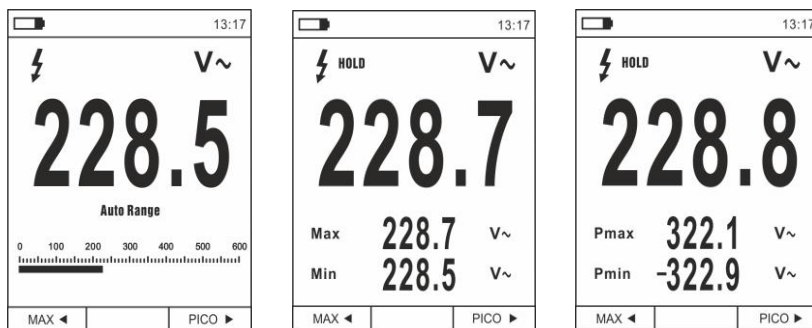

Fig. 9 Medida MAX/MIN y PICO
1. Pulse la tecla **MAX** ◀ para entrar en la medida de los valores MAX y MIN de la magnitud en examen (ver Fig. 9 – parte central). Los símbolos "MAX" y "MIN" se muestran en pantalla
6. Pulse la tecla **PICCO** ▶ para entrar en la medida de los valores de Pico de la magnitud en examen (ver Fig. 9 – parte derecha). Los símbolos "Pmax" y "Pmin" se muestran en el visualizador y los valores se actualizan con las mismas modalidades de la función MAX/MIN